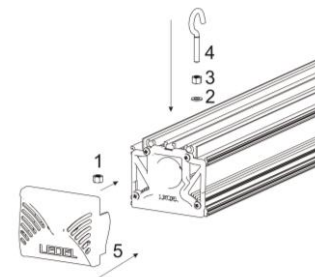

Рисунок 5 Схема монтажа подвесного крепления светильника
5.3 Для монтажа подвесного крепления выполнить следующие действия (рис.5):
5.4 Для монтажа задвижного крепления выполнить следующие действия (рис.5):